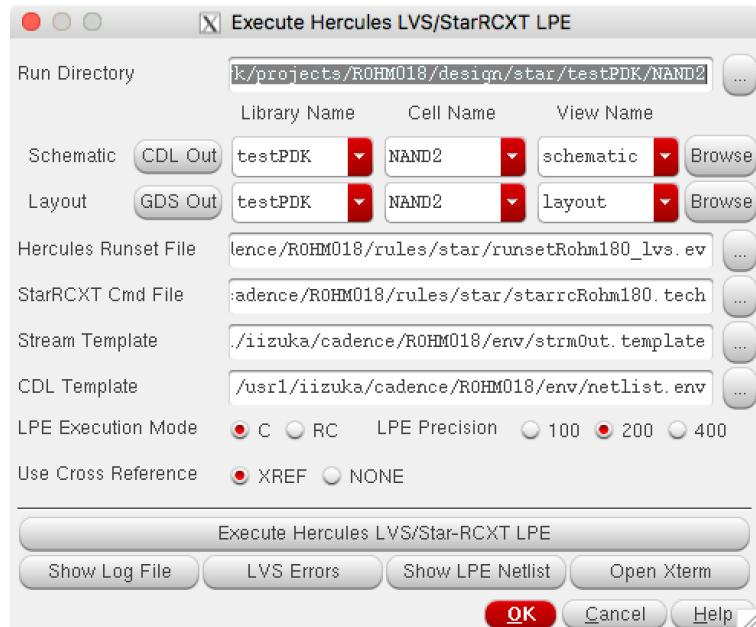

図 24: VDEC Star-RCXT 実行メニュー画面
3. 図 24 に示すウィンドウが立ち上がる。基本的な設定は全て自動的に入力されているので、下部上段の Execute Hercules LVS/Star-RCXT LPE ボタンをクリックすることで寄生成分抽出が実行できる。Virtuoso を起動したときに最初に立ち上がる横長のウィンドウにいくつかログメッセージが表示され、コマンドが実行される。ここでは変更する必要は無いが、LPE Extraction Mode を RC とすることで、寄生抵抗の抽出まで実行できる。また LPE Precision の数字を変更することで容量抽出の精度を低く (100) または高く (400) することができる。
4. 実行が終わると、Hercules/Star-RCXT LVS/LPE Program Completed Successfully というメッセージが小さいウィンドウで表示されるので OK をクリックする。上手く行かない場合は、図 24 のウィンドウ下部の Show Log File や LVS Errors ボタンをクリックし、エラー内容の確認などを行う。上手く行った場合は Show LPE Netlist ボタンをクリックすることで生成されたネットリストを確認する事ができる。回路図から生成したネットリストではトランジスタ (m から始まる行) しか含まれていなかつたが、配線に起因する容量 (c から始まる行) が追加されていることが分かる。